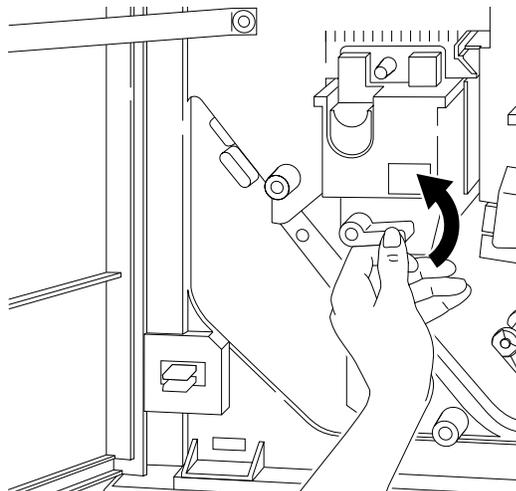

Figure 3-59 Actionnement en fermeture du levier 4
5. Tournez complètement le levier 4 dans le sens contraire des aiguilles d'une montre pour le remettre en position fermée, comme illustré à la Figure 3-59 et fermez la porte.